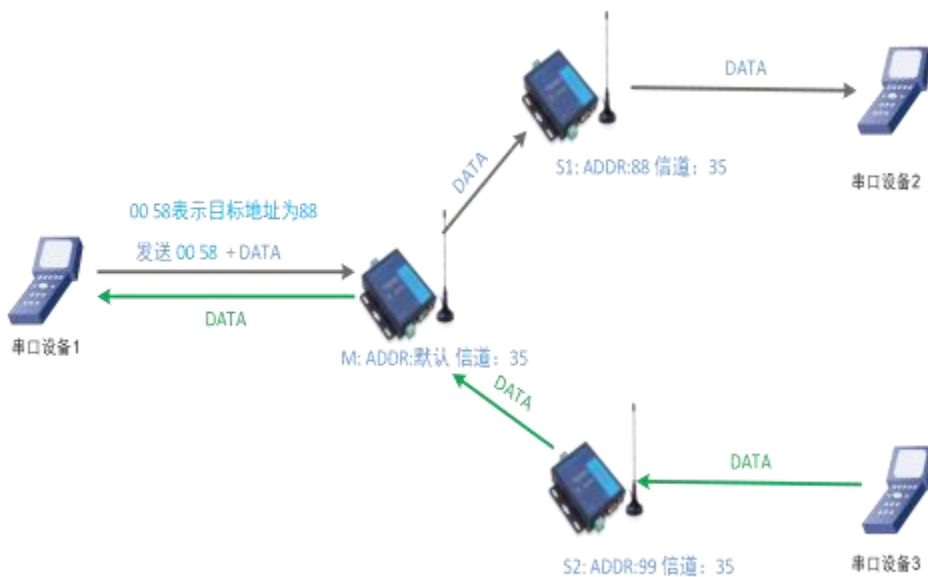

图 17 主从模式下通信流程图
启动两个 USR-TCP232-Test（模拟串口设备 1,2）分别连接 LoRa 数传终端 M、S1，使用 LoRa 数传终端 M 发送数据，LoRa 数传终端 S1 可接收数据,具体数据格式参考“图 17：主从模式下通信流程”，通信效果如下图所示：
- 2) 主机向从机发送数据需要遵循一定协议，详见“图 17 主从模式下通信流程图”。